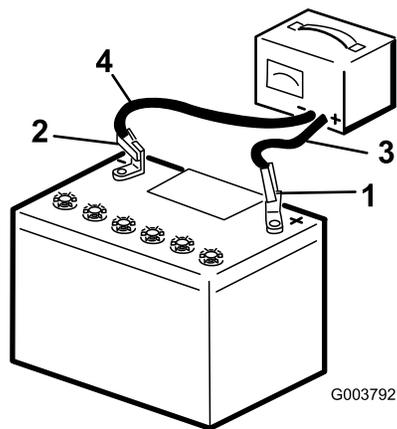

図 50
2. 3-4 A で 4-8 時間、バッテリーを充電する 図 50。充電しすぎないように注意すること。
3. 充電が終わったら、チャージャのプラグをコンセントから抜いてから、チャージャのリード線をバッテリー端子から外す 図 50。